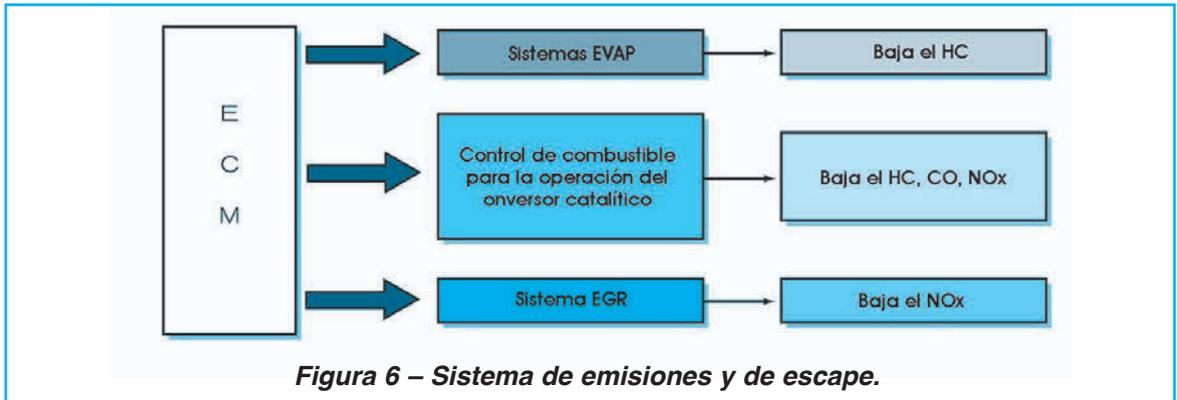

Figura 6 – Sistema de emisiones y de escape.
El programa de control de combustible se encarga de ajustar la relación aire / combustible para que el catalizador funcione con su máxima eficiencia, de acuerdo con el esquema que se muestra en la figura 6. Esto reduce los hidrocarburos (HC), el monóxido de carbono (CO) y los óxidos de nitrógeno (NOx) que se arrojan al ambiente. El sistema de recirculación de gases de escape (EGR) también ayuda a reducir los NOx.